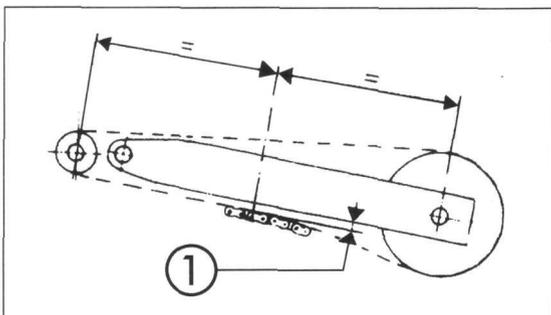

Bild 37
- Kettendurchhang bei senkrechtem Motorrad ohne Fahrer messen. Kette muss unten mittig zwischen den Kettenrädern 38 mm (M 600/750) bzw. 20 - 30 mm (M 900) Abstand von Schwinge haben (Bild 37).